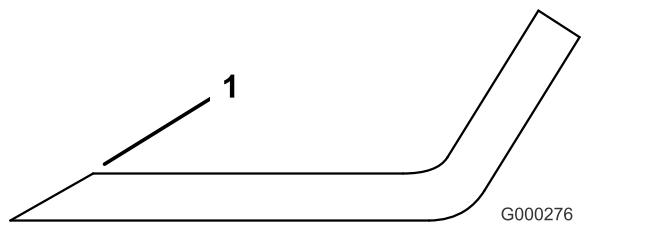

Figure 31
- Examinez les tranchants de toutes les lames et aiguissez-les s'ils sont émoussés ou ébréchés (Figure 31).
Remarque: N'aiguissez que le haut du tranchant et conservez l'angle de coupe d'origine pour obtenir une coupe nette (Figure 31). Limez la même quantité de métal sur chacun des deux tranchants pour ne pas déséquilibrer la lame.